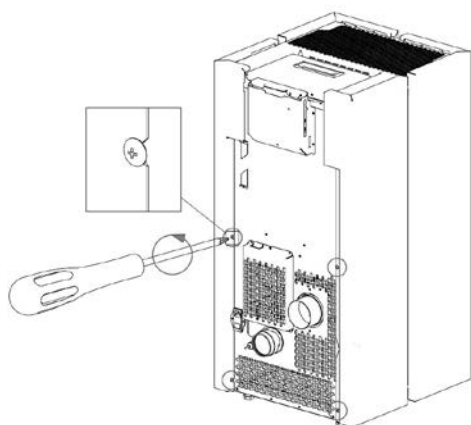

Fig. 52 - Rimozione viti
- Allentare 4 viti posteriori (vedi **Fig. 52**).